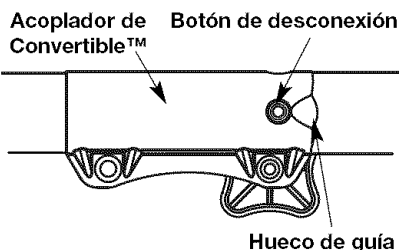

Fig. 5
ADVERTENCIA: Evite los arranques accidentales. Colóquese en posición de inicio cuando tire de la cuerda de arranque (Fig. 5). El operador y la unidad deben estar en una posición estable al arrancar la unidad para evitar graves lesiones personales.
2. Opima y sostenga el botón de desconexión (Fig. 5).